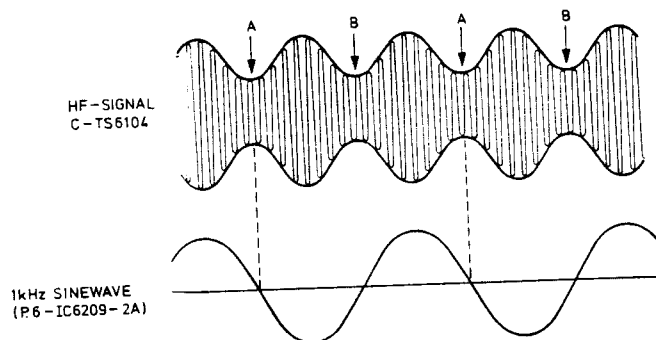

Fig. 10
- e. Amplitude des Signals vom Tongenerator dahin regeln, dass ein 1-kHz-Pfeifton in dem Objektiv gerade hörbar ist und am Oszilloskop ein HF-Signal entsteht, das mit einem 1-kHz-Sinussignal moduliert ist (siehe Bild 10).